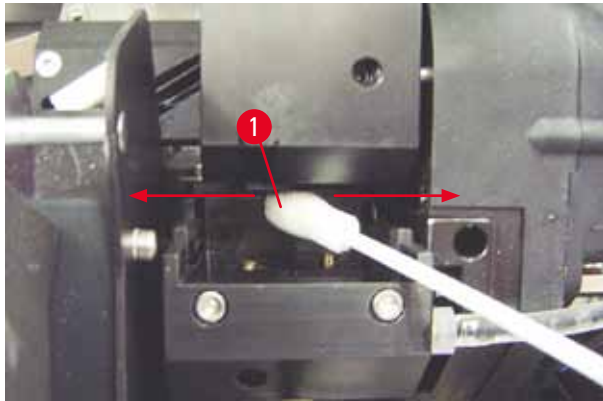

Fig. 51
5. För försiktigt in topsen i utrymmet under skrivarhuvudet (→ "Fig. 51"). Tryck försiktigt uppåt (på skrivarhuvudet) och rör sedan skumgummitopsen fram och tillbaka (cirka 10 gånger). På det här viset avlägsnar du intorkade bläckrester.